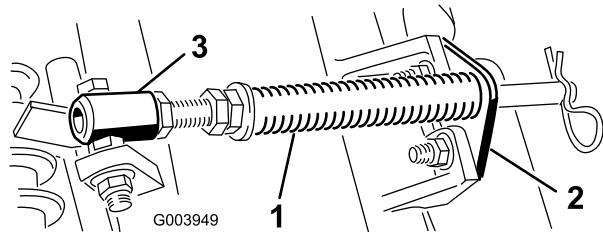

Рисунок 5
- A. Отверните два карбоновых болта и гайки крепления кронштейна штока к выступам режущего блока (Рисунок 5).
- B. Отверните фланцевую гайку крепления болта трубы пружины к выступу несущей рамы (Рисунок 5). Снимите этот узел.